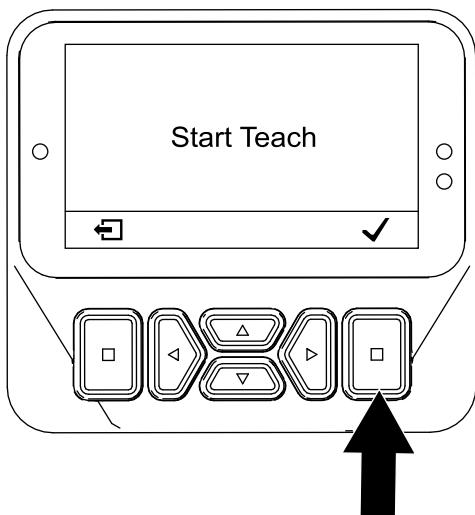

図 63
- OKを押してティーチを開始画面(図 63)で、選択ボタンを押す。